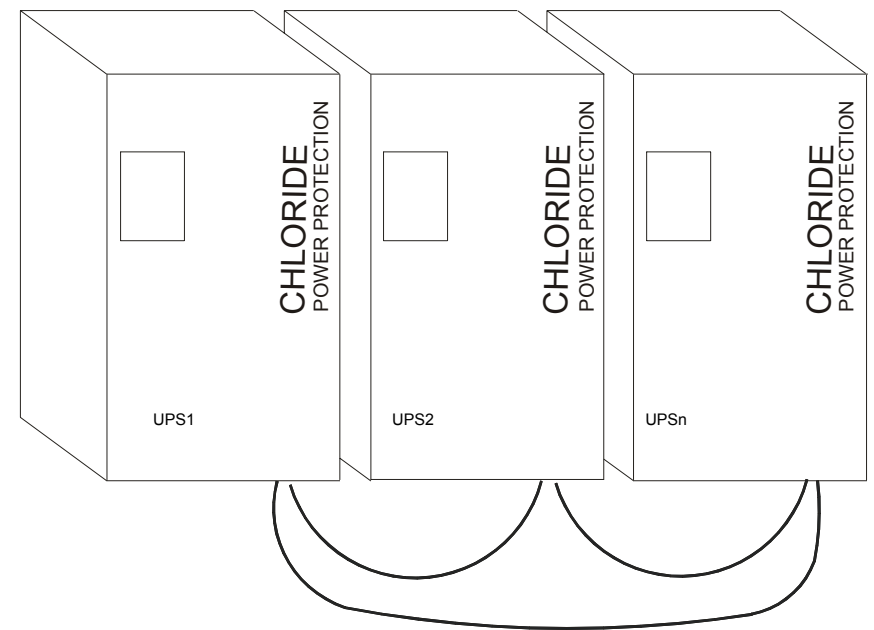

Figura 22 - Esquema geral
8. Voltar a montar todos os painéis frontais dos UPS's, verificando se o cabo de comunicação em paralelo passa através da fenda situada no seu fundo. Ver a Figura 22.